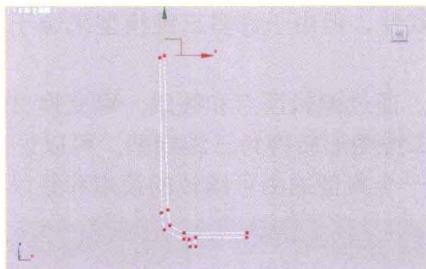
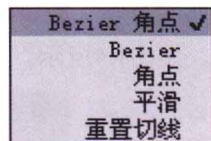

图1.8
图1.9
- 03 在视图选择线条的顶点，选中的顶点以红色显示，如图1.8所示。单击鼠标右键，在弹出的右键菜单中改变顶点类型为“Bezier角点”，如图1.9所示。